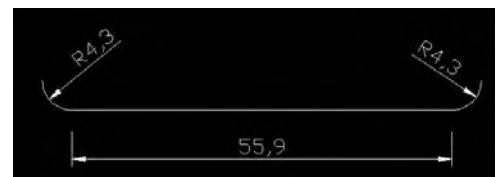

Fig.17.4
- 5 Tracez la trajectoire pour la structure gauche du siège, selon les dimensions de la figure 17.4.